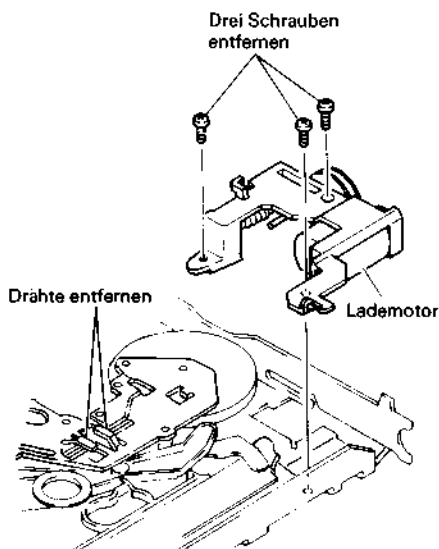
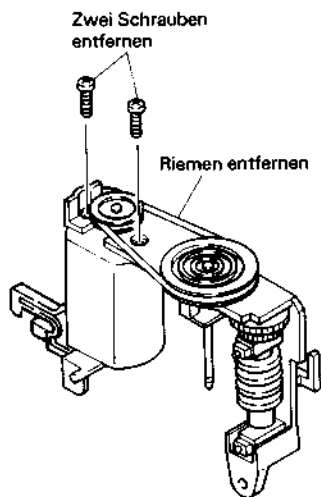

Abb. 2.76 Ausbau des Lademotors
Abb. 2.77 Ausbau des Lademotors
3. Die Drähte aus der Kabelbride entfernen (siehe Abb. 2.76).
4. Die drei (3) Befestigungsschrauben des Lademotor-blocks lösen.
5. Den Riemen des Lademotors entfernen (siehe Abb. 2.77).
6. Die zwei (2) Befestigungsschrauben des Lademotors lösen.